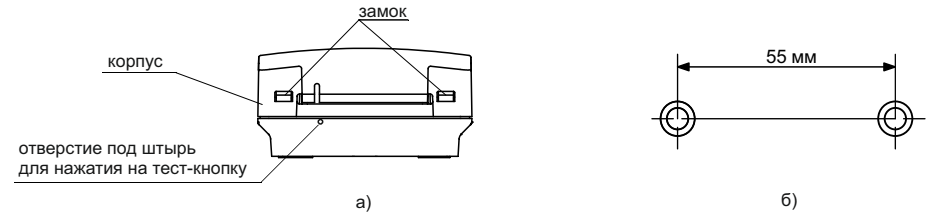

Рисунок 3
6.6 Для монтажа УДП на объекте необходимо снять корпус с основания, нажав отверткой на замки внизу корпуса (Рисунок 3 а). Кнопка УДП при этом должна быть в ненажатом положении.